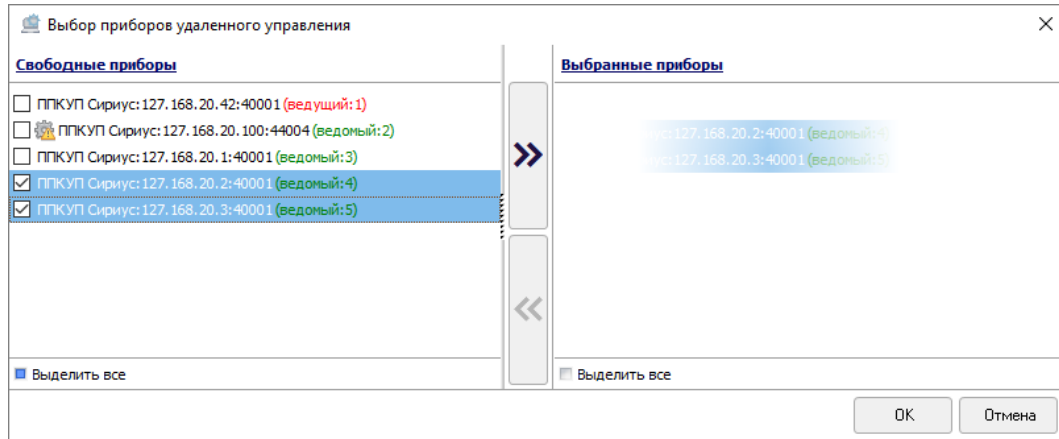

Рисунок 6-266 Выбор ППКУП "Сириус" для добавления межпанельной связи перетаскиванием
- выделите один или несколько ППКУП «Сириус» в области «Свободные приборы» (для выделения сразу нескольких ППКУП «Сириус» нажмите на клавиатуре и удерживайте клавишу <Shift> для выбора диапазона или клавишу <Ctrl> для комбинированного выбора) и перетащите выделенные ППКУП «Сириус» в область «Выбранные приборы» (см. Рисунок 6-266);